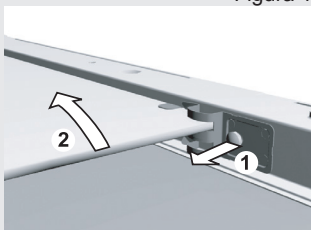

Figura 2
- Para tirar o vidro interior (apenas em alguns modelos), tirar os parafusos que se encontram no suporte do vidro e levanta-o (figura 2). Tirar os suportes antes de limpar o vidro.
- Se um móvel (armário, gaveta) que tiver uma pega de abrir (2) estiver instalado debaixo do forno, a distância entre o painel inferior do móvel de embutimento (1) e a extremidade superior da pega (2) deve estar no mínimo de 8 mm. Ver a figura 2.